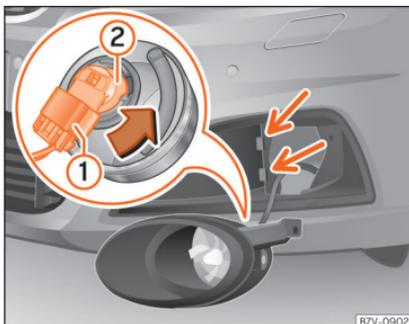

Abb. 112 Glühlampe im Scheinwerfer auswechseln.
3. Scheinwerfer ein wenig nach vorn klappen und aus den seitlichen Aufnahmen » **Abb. 112** (kleine Pfeile) herausziehen.
4. Anschlussstecker » **Abb. 112 ①** entriegeln und abziehen.
5. Lampenhalter » **Abb. 112 ②** in Pfeilrichtung bis zum Anschlag nach links drehen und mit der Glühlampe nach hinten herausziehen.
8. Anschlussstecker » **Abb. 112 ①** auf den Lampenhalter **②** stecken. Der Anschlussstecker muss hörbar einrasten.
9. Scheinwerfer in die Aufnahmen » **Abb. 112** (kleine Pfeile) stecken und nach hinten klappen.